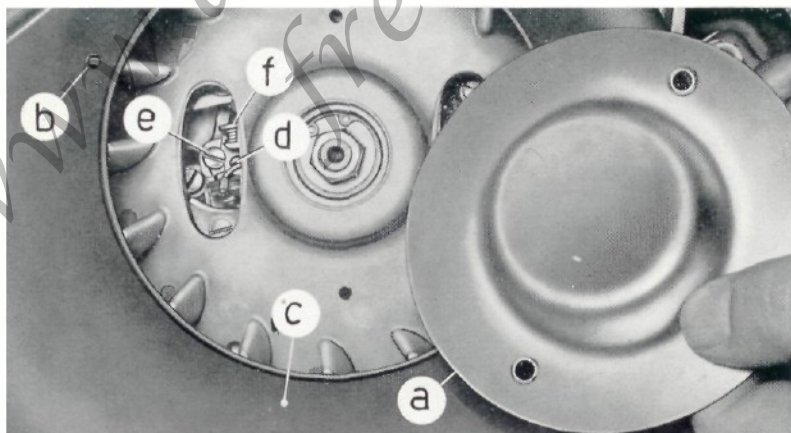

Fig. 24 - Registrazione puntine del ruttore
<p>CONTROLLO FASATURA VOLANO</p>	<p>Smontare il coperchietto parapolvere «a» (fig. 24) e far coincidere l'aletta della ventola indicata con freccia con il foro « b » del coperchio « e »: in tali condizioni deve iniziarsi il distacco delle puntine del ruttore.</p> <p>Ruotando a mano la ventola, l'apertura max delle puntine suddette deve inoltre essere 0,4 ÷ 0,5 mm.: se non lo fosse, portarvela agendo sulla vite « d », dopo aver allentato la vite « e ».</p> <p>N. B. - Per l'eventuale rimessa a punto della fasatura (meccanica e magnetica) è consigliabile rivolgersi alle Stazioni di Servizio.</p>
3) - Pulire, e se necessario registrare, le puntine platinato del rotore (fig. 24).